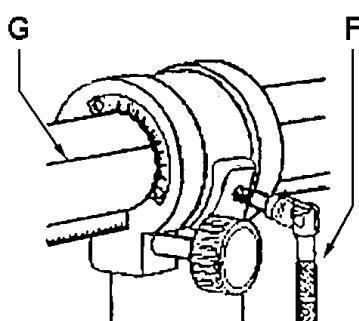

Рис.4
Ослабьте рукоятку зажима (F, Рис. 4) и поверните в соответствии со шкалой и базовой линией (G).